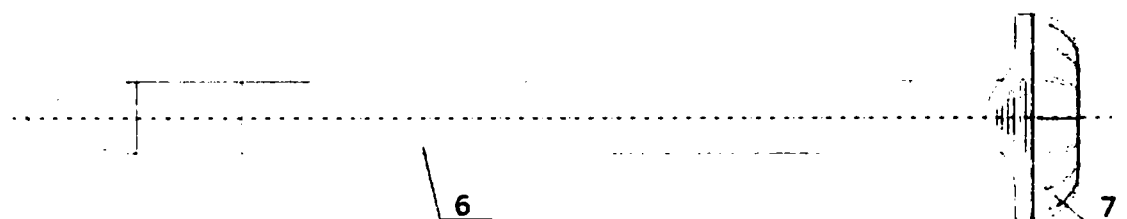

Рис. 5 – обтюратор троакара эндоскопического одноразового.
5. Когда троакар находится в брюшной или грудной полости, нажмите кнопки блокировки, чтобы извлечь obturator и эндоскоп, оставив канюлю троакара на месте. Внутреннее уплотнение в канюле троакара автоматически закрывается при извлечении obturator. Система уплотнений поддерживает инсуффляцию при отсутствии инструмента в канюле троакара (рисунок 5).